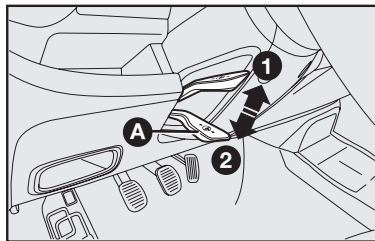

fig. 17
## VOLANTE - fig. 17
- 1) Desplace la palanca **A-fig. 17** hasta la posición **2-fig. 17**.
- 3) Vuelva a poner la palanca en la posición **1-fig. 17** para trabar nuevamente el volante.